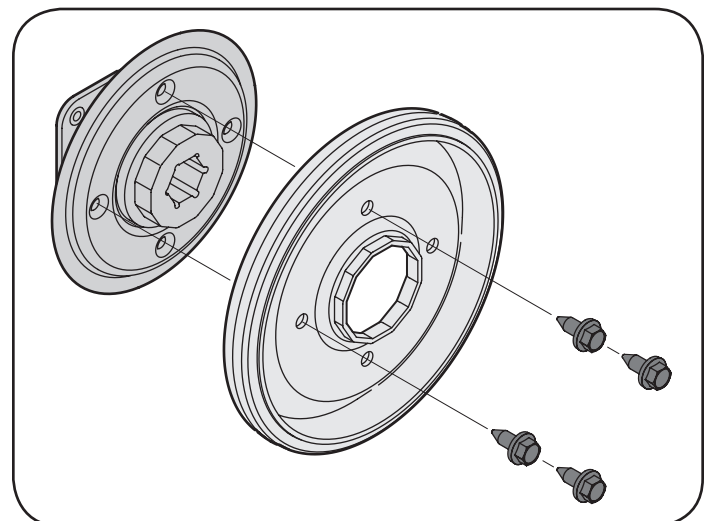

Figura 31
7. Retire los cuatro tornillos que ajustan la rueda de fricción al conjunto del cubo (consulte la Figura 31). Deseche la rueda de fricción vieja.